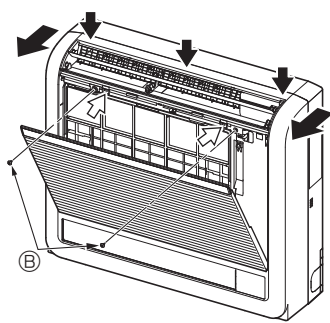
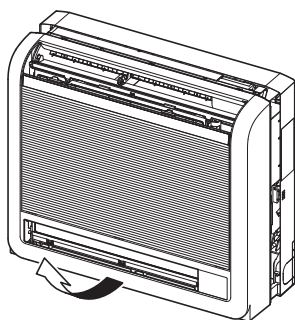

Fig. 3-3
Fig. 3-4
- ① Premere le 2 posizioni indicate dalle frecce ➡ e aprire la griglia anteriore. (Fig. 3-3)
- ② Aprire la griglia anteriore e rimuovere le due viti.
- ③ Aprire il vano orizzontale per l'uscita aria superiore, premere la parte superiore del pannello anteriore in tre punti e quindi tirare via la parte superiore della griglia dall'unità interna.
- ④ Sollevare la griglia anteriore per rimuoverla. (Fig. 3-4)